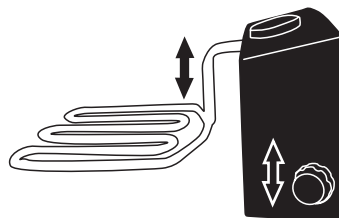

Fig.8
-Ajustar la altura del conjunto eléctrico mediante el mando de regulación de la altura de la resistencia (Fig.8) de acuerdo con la cantidad de alimento que se va a freír de manera que el aceite lo cubra totalmente. El aceite que quede por encima de la resistencia calefactora es el que realmente se va a calentar para freír, por lo que un ajuste correcto de dicha altura permite ahorro de tiempo de calentamiento y de fritura, y por lo tanto, ahorro de energía.
-Sacar la cesta y extraer el conjunto eléctrico. Para sacar el conjunto eléctrico de su soporte, girar el mando de elevación de la resistencia (Fig.8) hasta que dicho conjunto sale de su guía de soporte.
-Abrir el grifo (L) para verter el agua en un recipiente y luego verter el aceite en otro recipiente (no en el fregadero). Siga la norma vigente de tratamiento y eliminación de residuos.